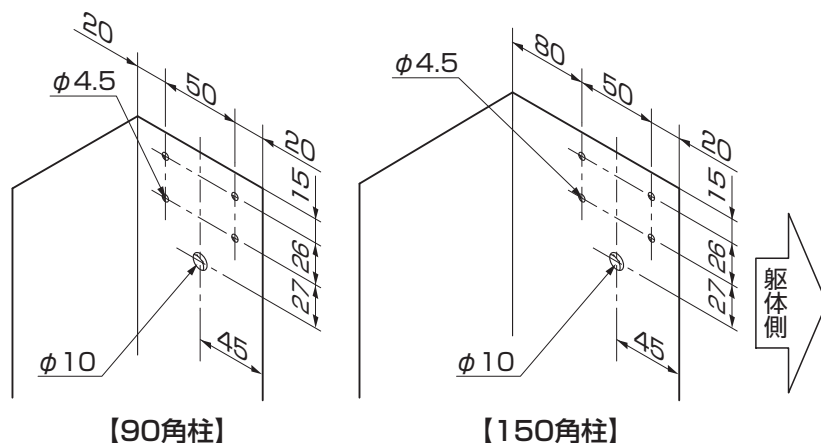

図2-1
① 柱の桁取付け面に穴加工をしてください。(図2-1参照)
② しるしを付けた位置に穴加工をしてください。(図2-1参照)